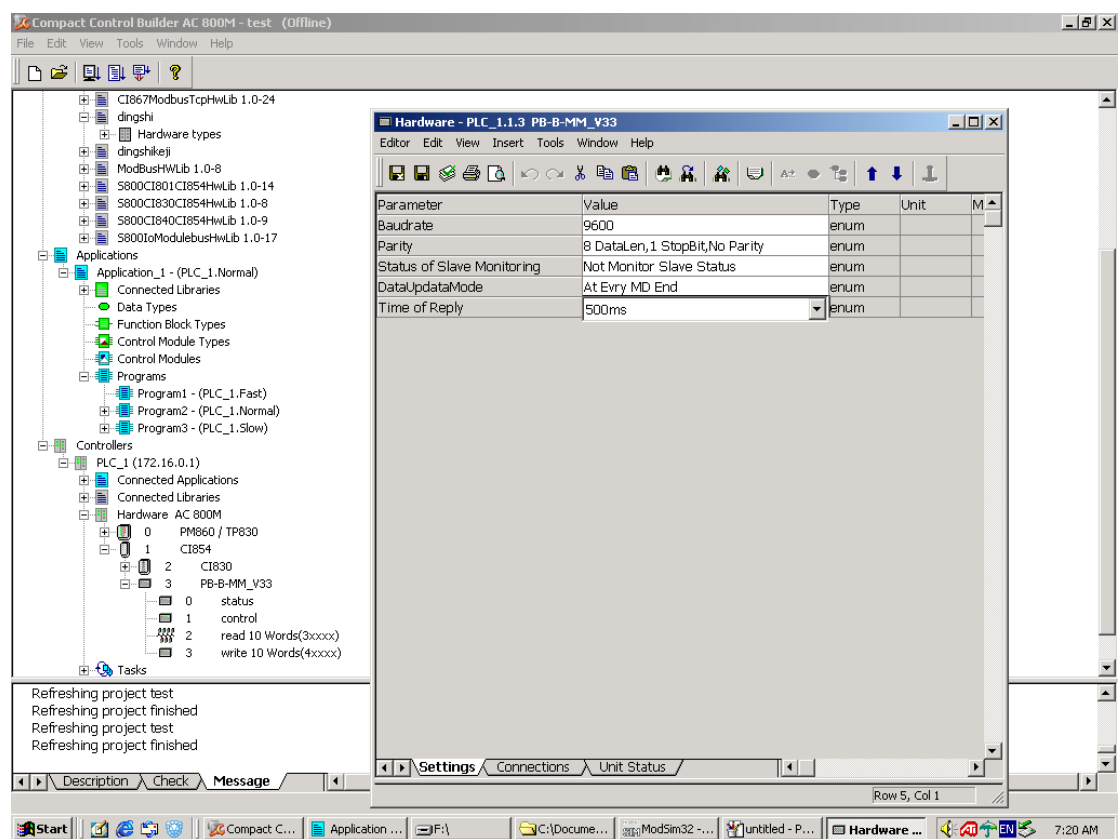

图 1-4
3、用户参数的设置：点击 PB-B-MMV33 的 Custumize 按钮设置串口参数。这里设置为：波特率 9600、8 数据位 1 停止位、无校验，无从站状态检测，在每条回答后，等待从站回答到时为 500ms。如图 1-4 所示